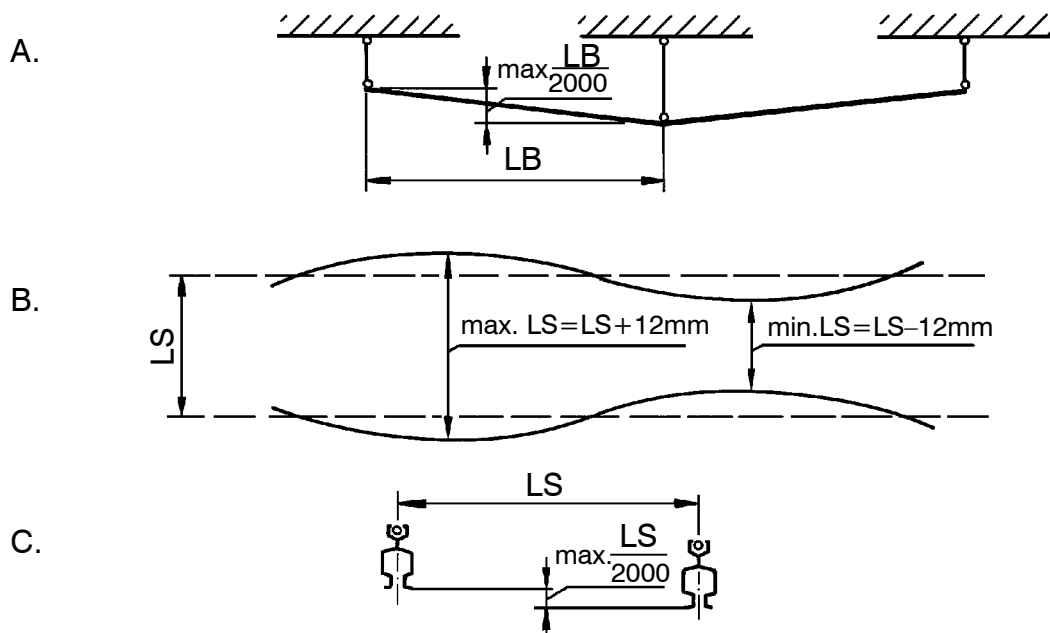

Bild 64
Bahn vom Idealzustand dürfen daher die im **Bild 64** aufgeführten Grenzen nicht überschreiten. Ausrichten mit Wasserschlauchwaage oder Wasserwaage; Höhenverstellung der Aufhängung durch Ein- und Ausschrauben der Kugelmutter bzw. durch Drehen der Spannschlösser oder der Spannmutter an den Spangelenken. Sicherung mit Federstecker, Klappsteckern bzw. Kontern der Muttern nicht vergessen!
Zeichenerklärung zu **Bild 64**:
1. Die Toleranzen für Höhen und Kranspur nach **Bild 64** sind eingehalten.